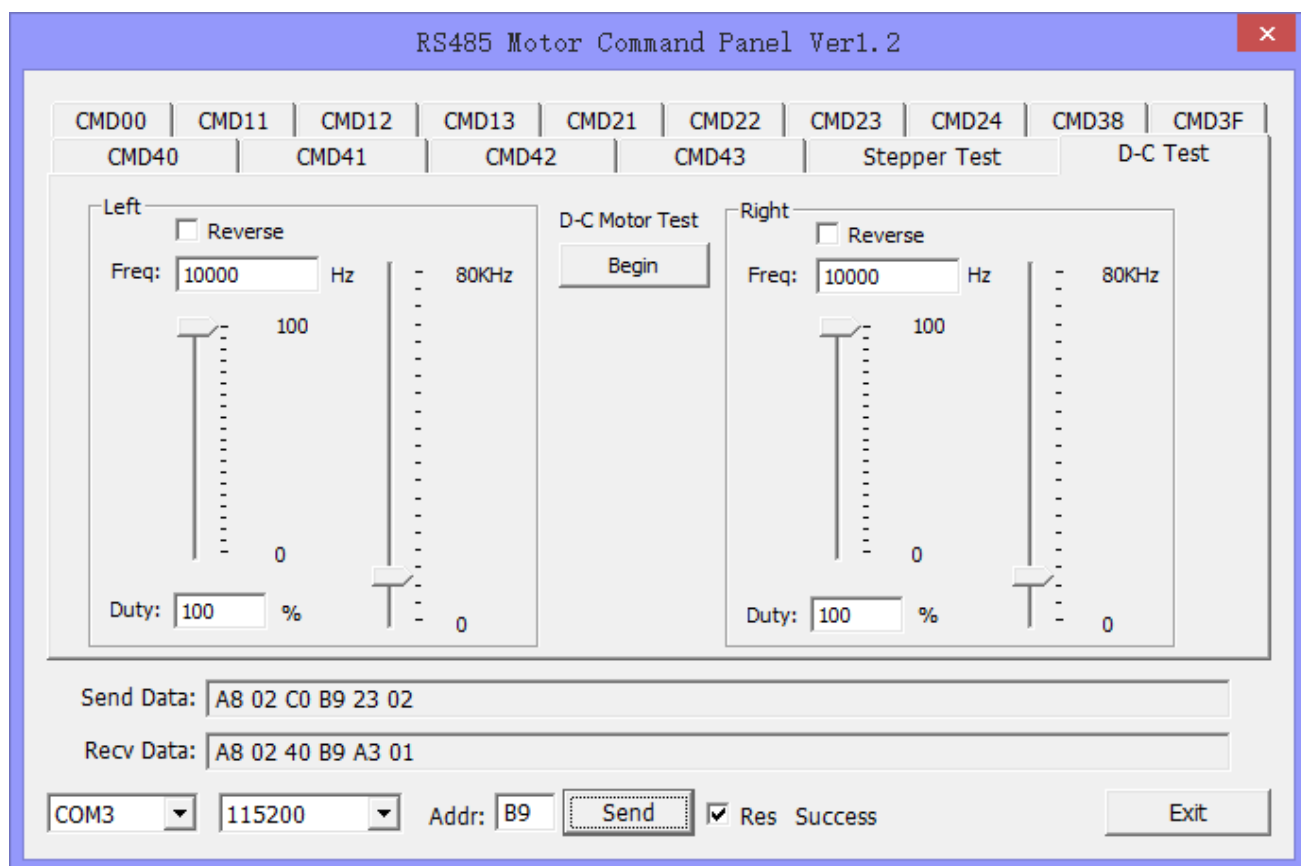

图 3-6
6. 如果要对直流电机进行测试，请按如下图 3-6 所示进行测试，先点击 **Begin**，然后拖动滑块观察电机运转情况（测试开始前请连接好电机电源及电机控制线）。如要结束测试，直接点击 **End** 按钮。